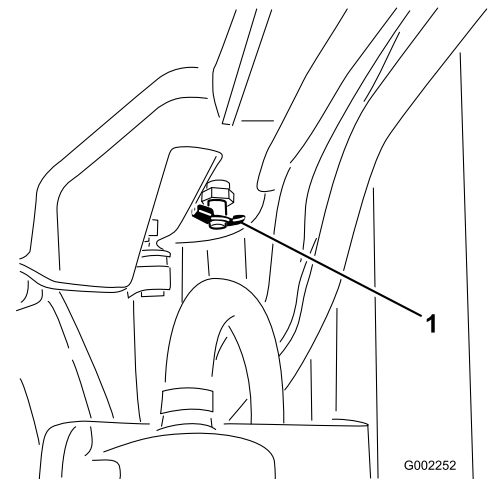

Figura 55
- Abra el tapón de vaciado (Figura 55) y deje que el refrigerante se drene al recipiente.